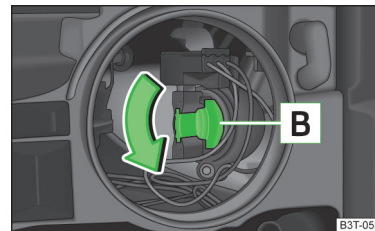

Abb. 206 Halogen-Scheinwerfer: Glühlampe für Fern- und Tagfahrlicht wechseln
- › Den Sockel **B** » Abb. 206 bis zum Anschlag **entgegen dem** Uhrzeigersinn drehen und herausnehmen.